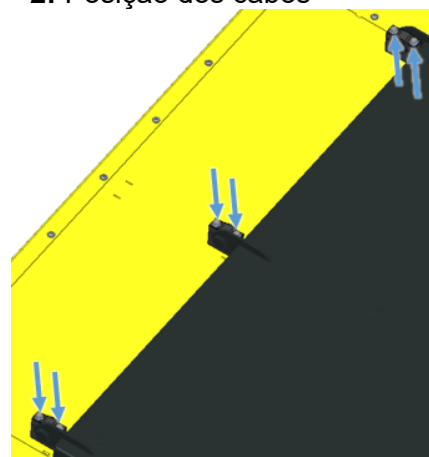

Figura 7
- Os parafusos das três dobradiças da tampa são abertos (veja Figura 7).